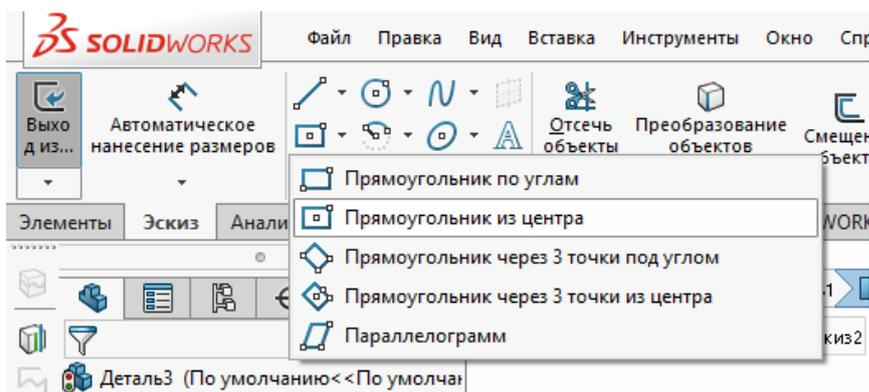

Рисунок 13 – выбор инструмента «Прямоугольник из центра»
16. Выбрать инструмент прямоугольник и из выпадающего списка нажать на «**Прямоугольник из центра**». Рисунок 13.